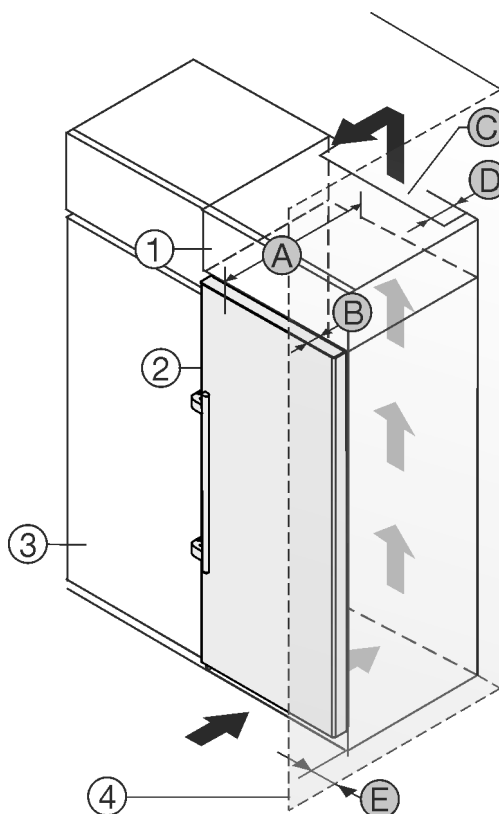

Fig. 1
- (1) Overskab
- (2) Apparat
- (3) Køkkenskab
- (4) Væg
- (A) Apparatdybde
- (B) Dørens dybde
- (C) Ventilationstværsnit
- (D) Afstand, apparatets bagside
- (E) Afstand til apparatets side
Du kan opstille apparatet direkte ved siden af køkkenskab (Fig. 1 (3)).
På bagsiden af overskabet skal der være en ventilationskanal med dybden Fig. 1 (D) over hele overskabets bredde.
Ventilationstværsnittet Fig. 1 (C) under rummets loft skal overholdes.
Hvis apparatet opstilles med hængslerne ved siden af en væg Fig. 1 (4), skal afstanden mellem apparatet og væggen være mindst 57 mm. Dette svarer til det, som grebet rager frem, når døren er åben.
For at døren kan åbnes helt, skal apparatet rage frem med dørens dybde Fig. 1 (B) i forhold til køkkenskabets forside. Apparatet kan rage mere ud afhængigt af køkkenskabenes Fig. 1 (3) dybde og anvendelsen af vægafstandsholdere.